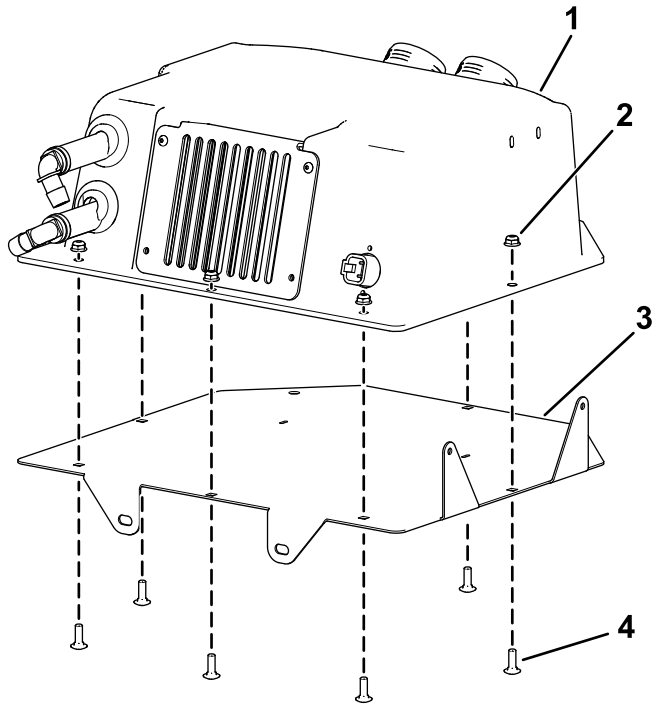

Bild 15
6. Befestigen Sie den Heizkasten mit 6 Schlossschrauben ($\frac{1}{4} \times \frac{3}{4}$ ") und 6 Sicherungsmuttern ($\frac{1}{4}$ ") an der Heizungsbefestigungshalterung; siehe **Bild 15**. Ziehen Sie Schrauben auf ein Drehmoment von 11 N·m an.